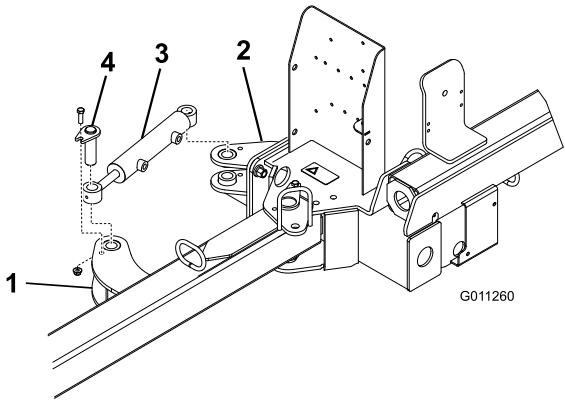

Figura 6
2. Sujete cada extremo del cilindro hidráulico a un soporte del actuador con un pasador, un perno (3/8" x 1¼") y una tuerca con arandela prensada (3/8") (Figura 6).